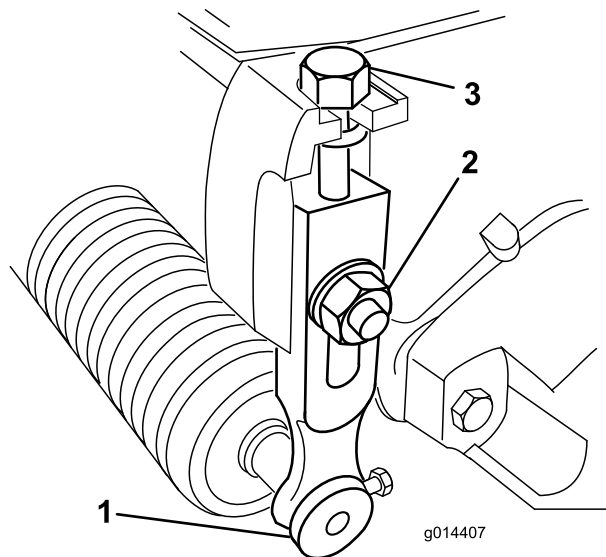

图14
1. 松开将剪草高度臂固定到滚刀组侧板上的锁紧螺母 图14。